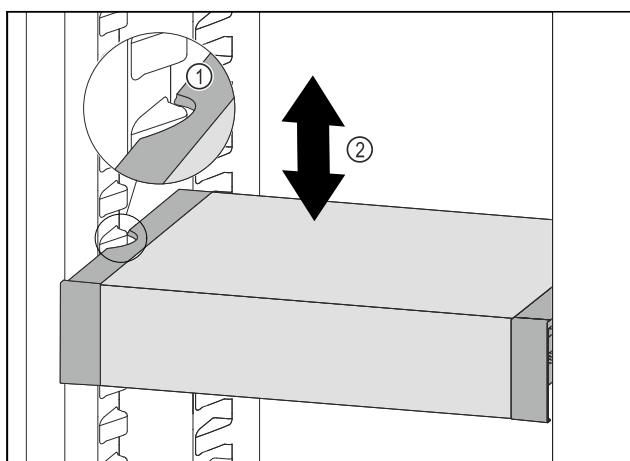

Fig. 133
- Pavelciet VarioSafe uz priekšu, līdz VarioSafe sānu padziļinājumi atrodas tvertnes ribas augstumā ledusskapja nodalījumā. Fig. 133 (1)
- Pārvietojiet VarioSafe ledusskapja nodalījumā uz augšu vai uz leju, līdz ir sasniegts vajadzīgais augstums. Fig. 133 (2)